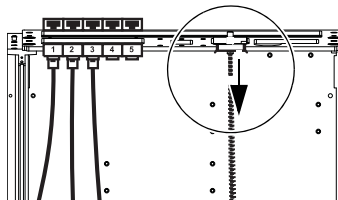

图 9 电源线束（确保在安装以太网交换机前将其断开）
- 必要时，断开后垫板内侧终端端口上的电源线束（见图 9）。